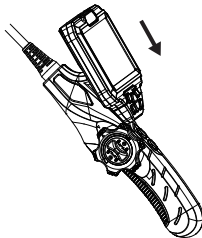

Рис.2
- 2) Сдвиньте дисплей вниз в направлении стрелки на рис. 2, установите его на место.